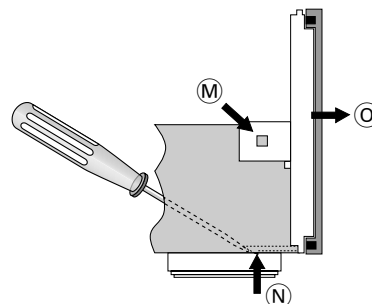

Fig. 5
- Laschen (M) links und rechts der Frontblende sowie 2 Haltezapfen (N) am Gehäuseboden ausrasten (Fig. 5).
- Frontblende (O) vorsichtig nach vorne abziehen.
- Disengage the lugs (M) on the left and right of the front panel and 2 prongs (N) on the bottom of the cabinet (Fig. 5).
- Pull the front panel (O) carefully towards the front.